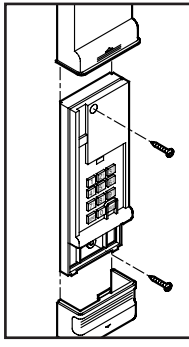

Fig. 2
- Glisser le couvercle de la pile et enlever la pile. **Fig. 2.**